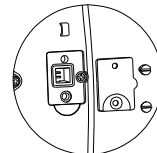

Abbildung 4-2. LFT-Stifte
2. Entfernen Sie die Sicherheitsabdeckung auf der Unterseite der Waage, um die beiden Stifte in der Aussparung zu sehen (siehe Abbildung 4-2). Schließen Sie diese Stifte beim **Einschalten** der Waage (z. B. mit einem Schlitzschraubendreher) kurz. Die Waage führt das Einschaltverfahren durch, und auf dem Display erscheint der aktuelle Status [LF $\pm$  GF $\pm$ ] (Eichung deaktiviert, nicht verriegelt) oder [LF $\pm$  GF] (Eichung aktiviert, verriegelt). Drücken Sie auf die Taste „No“ (Nein), um diese Einstellung zu ändern oder auf „Yes“ (Ja), um die Einstellung zu übernehmen.